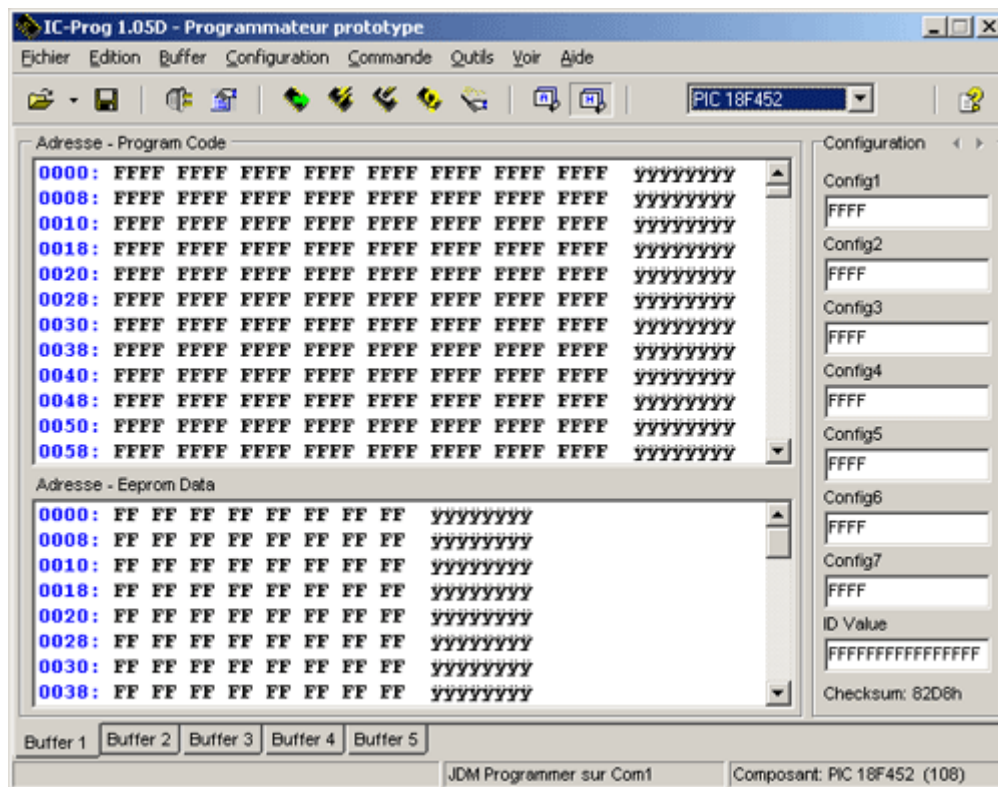
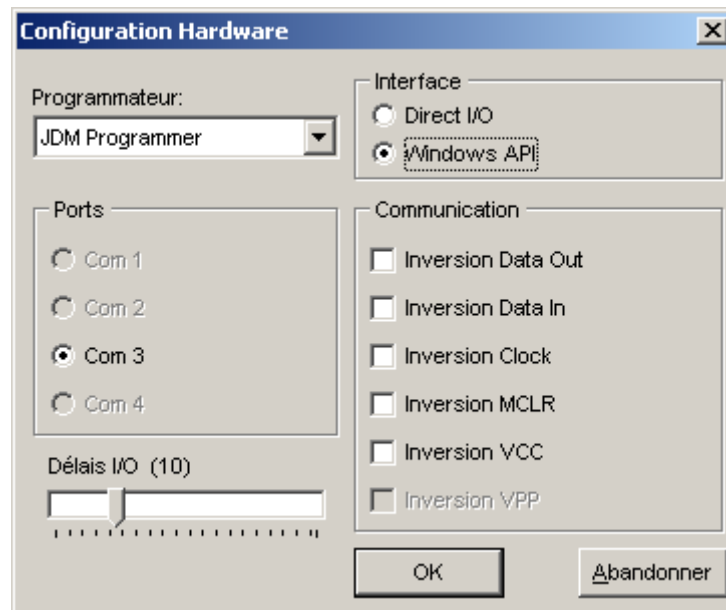

FIGURE 36 – Le programme ICPROG (configuré pour être en langue française)
FIGURE 38 – Fenêtre de configuration Hardware dans ICPROG
l'encadré intitulé « Interface » (voir figure 38). C'est indispensable pour que le programme utilise le driver que nous venons d'installer.
**Transfert du programme** Avant de transférer le programme, il vous faut correctement configurer ICPROG pour le programmeur et le PIC que vous utilisez. Cela se fait dans la fenêtre de configuration Hardware d'ICPROG. Pour le programmeur présenté précédemment, la configuration est celle par défaut, illustrée figure 38. Pour le PIC, il vous suffit de sélectionner le bon modèle dans le menu déroulant de la fenêtre principale, en surbrillance, en haut à droite figure 36.
Ensuite, vous n'avez plus qu'à charger le fichier .hex généré par le compilateur (« Fichier » → « Ouvrir Fichier... ») et lancer la programmation (« Commande » → « Tout Programmer », ou ) , après s'être assuré que le PIC est correctement en place sur le programmeur (attention au sens) et que celui-ci est bien connecté au port série du PC. Vérifiez que le bon port COM est sélectionné dans la fenêtre figure 38.